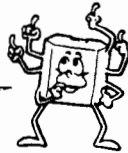
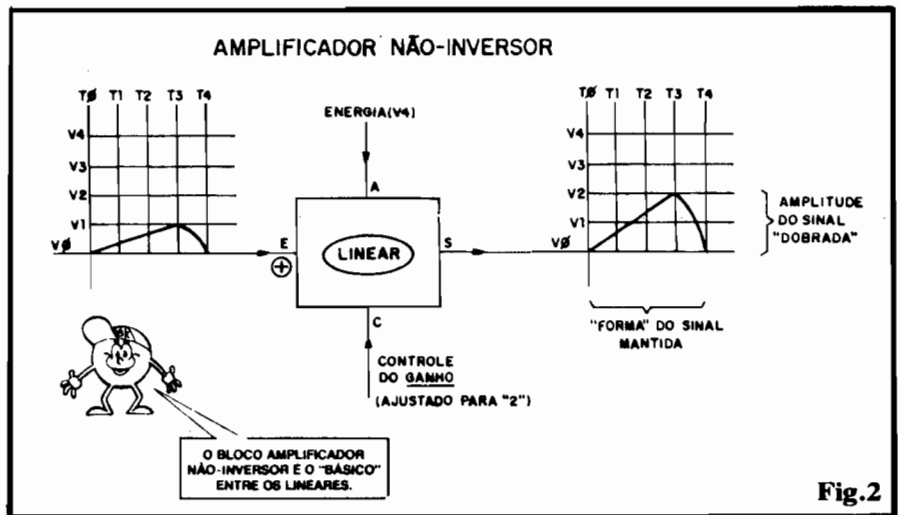
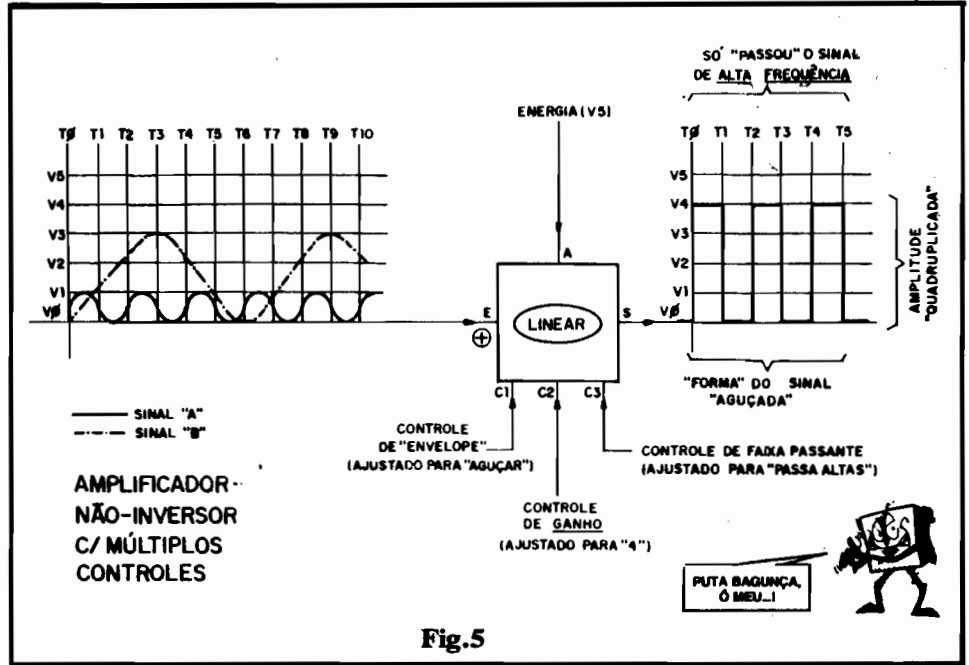
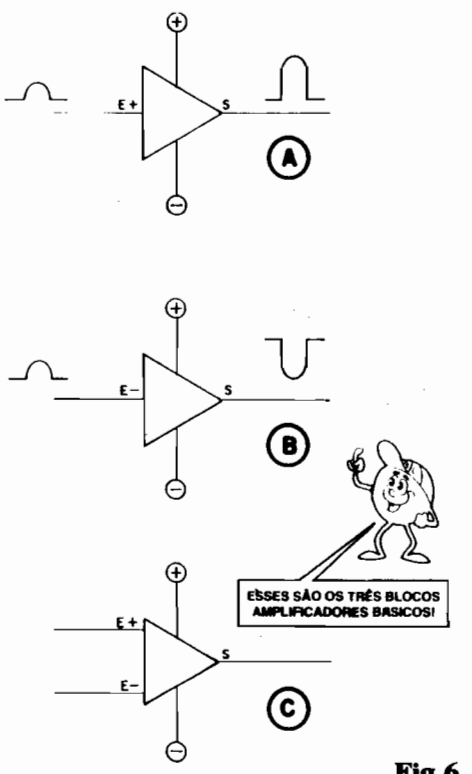

Fig.1
Fig.2
Fig.5
Fig.6
- FIG. 1 - A DIFERENÇA BÁSI-
- FIG. 1-A - Gráfico de "formas de sinal" relativos a um bloco LINEAR básico. Notar que o bloco tem os acessos "mínimos" necessários: alimentação, ENTRADA e SAÍDA..., tratando-se, no caso, de um mero AMPLIFICADOR NÃO-INVERSOR (que não "inverte" a polaridade ou "sentido de crescimento" do sinal ou nível aplicado à sua ENTRADA, portanto...), com ganho (fator de amplificação pré-determinado em "4" (os níveis aplicados à ENTRADA ficam, ao "passar" pelo bloco, quatro vezes maiores, dentro de rigorosa proporcionalidade...)). Notem que as subdivisões horizontais do gráfico se referem a intervalos de TEMPO (T0, T1, T2, etc...), enquanto que as divisões verticais parametram níveis de TENSÃO (V0, V1, V2, etc...). Observem, então, os "envelopes" ou formatos dos sinais presentes na ENTRADA e na SAÍDA do bloco: o "desenho" ou "forma" do sinal está, na SAÍDA, respeitado com relação aos parâmetros da ENTRADA... No TEMPO também o sinal não sofreu nenhum "alargamento" ou "retardamento"... A única modificação que o bloco efetuou sobre o sinal foi "ampliá-lo" por um fator de 4 ou seja: seus níveis momentâneos de TENSÃO (em cada "momentinho" do sinal...) ficaram 4 vezes
- FIG. 1-B - Gráficos de sinal relativos a um bloco DIGITAL básico... Conforme já dissemos, um bloco DIGITAL básico pode ser considerado como um "amplificador radical", tipo "tudo ou nada". A sua principal característica é a óbvia não linearidade ou não proporcionalidade momentânea! O bloco/exemplo tem os mesmos três acessos básicos (alimentação, ENTRADA e SAÍDA) e a mesma condição não-inversora vistas no gráfico anterior, porém o seu "comportamento" é... radical. Estabelecido previamente que o "ponto de transição" para o "reconhecimento" do sinal presente na ENTRADA, está no nível de TENSÃO V2, notem que a meia senóide, na forma de uma suave "onda" que sobe e desce em rampas "maneiras" (presente na ENTRADA), "vira" uma abrupta e nítida forma retangular na SAÍDA!
Notem uma coisa importante: em ambos os exemplos da fig. 1, o nível máximo "alcançável" pelo sinal na SAÍDA corresponde ao próprio nível de TENSÃO da ali-
- FIG. 2 - BLOCO LINEAR AMPLIFICADOR NÃO-INVERSOR, COM ACESSO DE CONTROLE OU "PROGRAMAÇÃO" DO GANHO... Quando mostramos o exemplo básico do bloco da fig. 1-A, dissemos apenas para fixar os parâmetros do tal exemplo - que o ganho (fator de amplificação de TENSÃO...) do dito bloco estava situado em "4"... Na prática, contudo, os blocos desse gênero (Integrados Lineares Amplificadores) costumam apresentar pelo menos um "acesso" extra, destinado justamente à programação "externa" do ganho ou fator de amplificação... No diagrama da fig. 2 esse acesso é representado pelo terminal "C", através do qual, via arranjo externo (que estudaremos com detalhes em futuras "Aulas" e "Lições"...) podemos - dentro de certa faixa - determinar "o quanto" vai ser amplificado o sinal... Se ajustarmos
tal ganho para um fator "2", os gráficos de ENTRADA e SAÍDA mostram o que ocorre com o sinal aplicado ao bloco... Enquanto na fig. 1-A a amplitude do sinal era quadruplicada, agora esta é duplicada... Notem que no instante T3, com o nível de ENTRADA atingindo V1, a SAÍDA mostra um nível V2 (duas vezes maior...). Nos momentos T0 e T4, quando o nível do sinal de ENTRADA está em "zero", nesse mesmo nível nulo se manifesta o sinal na SAÍDA... Já ao longo de toda a "rampa" de "subida" e de "descida" do sinal de ENTRADA, a amplificação se mostra proporcional, com o que o "envelope" ou "forma" do sinal, na SAÍDA, fica "igual, porém maior" do que o aposto à ENTRADA... Observem ainda aquele sinalzinho de (+) junto ao terminal "E" de ENTRADA, fazendo a indicação de que o bloco é NÃO-INVERSOR (quando o sinal "sobe" na ENTRADA, também o faz na SAÍDA, quando "desce" na ENTRADA, faz o mesmo na SAÍDA...). É bom que o Leitor/"Aluno" fixe bem as características desse bloco/exemplo, já que o AMPLIFICADOR LINEAR NÃO-INVERSOR COM PROGRAMAÇÃO DE GANHO é o "básico dos básicos", dentro da sua "raça"...
- FIG. 5 - BLOCO AMPLIFICADOR LINEAR COM DIVERSOS CONTROLES EXTERNAMENTE ACESSÍVEIS (GANHO, “FORMATO” DO SINAL E FAIXA “PASSANTE” DE FREQUÊNCIAS DO SINAL...) - As possibilidades de acessamento e controle externo (quase sempre efetuado com o auxílio de componentes discretos acoplados...) das “nuances” funcionais de um bloco LINEAR não ficam por aí... O diagrama/exemplo mostra que com mais um terminal de controle (C3) podemos, com a ajuda sempre de conjuntos R-C cuidadosamente calculados, “filtrar” o funcionamento do bloco, de modo inclusive a condicionar a passagem de sinais apenas se eles estiverem dentro de determinada faixa de frequências...! Observem com atenção, notando que o ganho foi programado em “4” (via terminal de controle C2), a forma do sinal foi induzida a um “aguçamento” (via terminal C1), enquanto que a “faixa passante” foi situada em “apenas altas frequências” (via acesso C3). Praticamente todas essas “parametrações” são feitas - na prática - com Resistores e/ou Capacitores ex-
co/exemplo da fig. 5 dá uma idéia básica das razões dos Integrados - na prática - apresentarem "tantos" pinos e "pernas"...! Enfim, "eles" ficariam "específicos demais" se mostrassem apenas os acessos elementares (ENTRADA, SAÍDA e Alimentação...)! Quanto mais controles e acessos externos para determinar "nuances" funcionais tivermos num Integrado, na verdade mais versátil o "bichinho" será, já que poderemos tranquilamente "tendenciar" seu funcionamento em vários sentidos, com o uso de componentes discretos externamente acoplados e cuidadosamente calculados! É aí que reside toda a maravilha da "raça" dos LINEARES: a relativamente ampla possibilidade que temos de intervir no seu funcionamento (embora "ele" seja um bloco circuitual quase que completo em si próprio...)! A propósito, num bloco DIGITAL, essas "intervencões" quase sempre **não podem** ser executadas (e, quando **podem**, o são por métodos radicalmente diferentes, conforme estudaremos quando for oportuno...)!
- **FIG. 6 - OS AMPLIFICADORES OPERACIONAIS** - Na verdade, todos os blocos/exemplos mostrados da fig. 1 até a fig. 5 (fora o diagrama 1-B...) constituem módulos de AMPLIFICADORES OPERACIONAIS típicos! Chamamos de AMPLIFICADOR OPERACIONAL (ou ainda pela abreviação "Amp Op", ou mesmo por "Op Amp", resultado da abreviação do termo em inglês...) aos blocos amplificadores multifunção, dotados de certo número de acessos e controles externos, basicamente destinados a "manipular" o nível de Tensão do sinal aplicado. Idealmente apresentam **ganho** (fator de amplificação) intrínseco **muito alto**, faixa passante de frequências **bastante ampla**, faixa de Tensões de Alimentação também relativamente ampla, uma (ou duas...) ENTRADA, uma SAÍDA, terminais de alimentação (simples ou "dupla" - detalhes mais adiante...) e eventuais acessos para controle do sinal, do ganho, da faixa passante, etc. Nos diagramas, universalmente os Amp. Op. são simbolizados com a estrutura triangular vista na figura...
- **FIG. 6-A - Diagrama estrutural de um AMPLIFICADOR OPERACIONAL NÃO INVERSOR...** A única ENTRADA ("E" +) recebe o nível ou sinal que - por sua vez - surge na SAÍDA sem inversão de fase ou de polaridade ("sentido"...), depois de devidamente "manipulado" em ganho (e eventualmente - em outros parâmetros...). Alguns pontos **importantes** a considerar:
- FIG. 6-B - Diagrama simbólico de um AMPLIFICADOR OPERACIONAL INVERSOR... Em tudo idêntico ao bloco não-inversor, com a única e óbvia diferença de... INVERTER a polaridade, a fase ou o “sentido” de “subida/descida” do sinal aplicado à sua ENTRADA. Valem, aqui todos os pontos e considerações relativos ao bloco não-inversor quanto às possibilidades de controles externos do ganho, da forma do sinal, da faixa de frequências “passante” e dos limites teóricos de excursão do nível do sinal, na SAÍDA...
- FIG. 6-C - Diagrama do “verdadeiro” AMPLIFICADOR OPERACIONAL... Este, na prática, para maior funcionalidade e versatilidade aplicativa, quase sempre é dotado de DUAS ENTRADAS, sendo uma INVERSORA (“E-”) e uma NÃO-INVERSORA (“E+”). Notem que cada uma das duas ENTRADAS funciona exatamente conforme foi descrito nos exemplos específicos anteriores. Entretanto, a eventual utilização simultânea das suas duas ENTRADAS leva a um interessante conjunto de fenômenos e características, que devem ser assimilados pelo Leitor/“Aluno”, desde já: